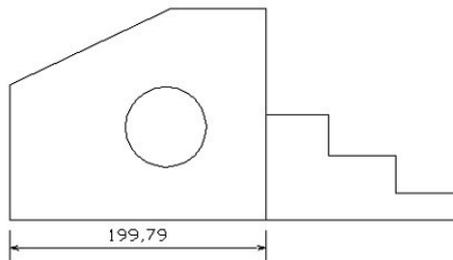

Figura 8.10 - Cota horizontal na peça exemplo.
2. Utilizando a opção *OSNAP*, clique no canto inferior da figura exemplo desenhada na área de trabalho (figura 8.10). O programa solicitará a origem da segunda linha de extensão por meio da pergunta na janela de comandos: *Specify second extension line origin*.
3. Utilizando a opção OSNAP, clique no outro canto da peça apresentada na figura 8.10. Perceba que, na janela de comandos, o programa solicita a posição na qual será desenhada a linha de cota por meio da pergunta: *Specify dimension line location*.
5. Caso algum parâmetro não tenha ficado do jeito desejado, modifique-o retornando segundo diretrizes do item 8.2.1. Não é necessário apagar a cota já desenhada. Desde que ao término das alterações o botão *SET CURRENT* da janela *Dimension Style Manager* seja pressionado, as alterações serão automáticas.
2. Utilizando a opção OSNAP, clique em um dos cantos da linha inclinada da peça exemplo, desenhada na área de trabalho (figura 8.10). O programa solicitará a origem da segunda linha de extensão por meio da pergunta na janela de comandos: *Specify second extension line origin*.
5. Caso algum parâmetro não tenha ficado do jeito desejado, modifique-o retornando segundo diretrizes do item 8.2.1.
2. Com o auxílio do mouse, clique em cima do círculo da peça exemplo, apresentada na figura 8.10. O programa solicitará o local segundo o qual a cota deverá ser desenhada (*Specify dimension line location* ou *[Mtext/Text/Angle]*). Visualmente, tente posicionar a linha de cota aproximadamente a 45° de inclinação e pressione o botão esquerdo do mouse.